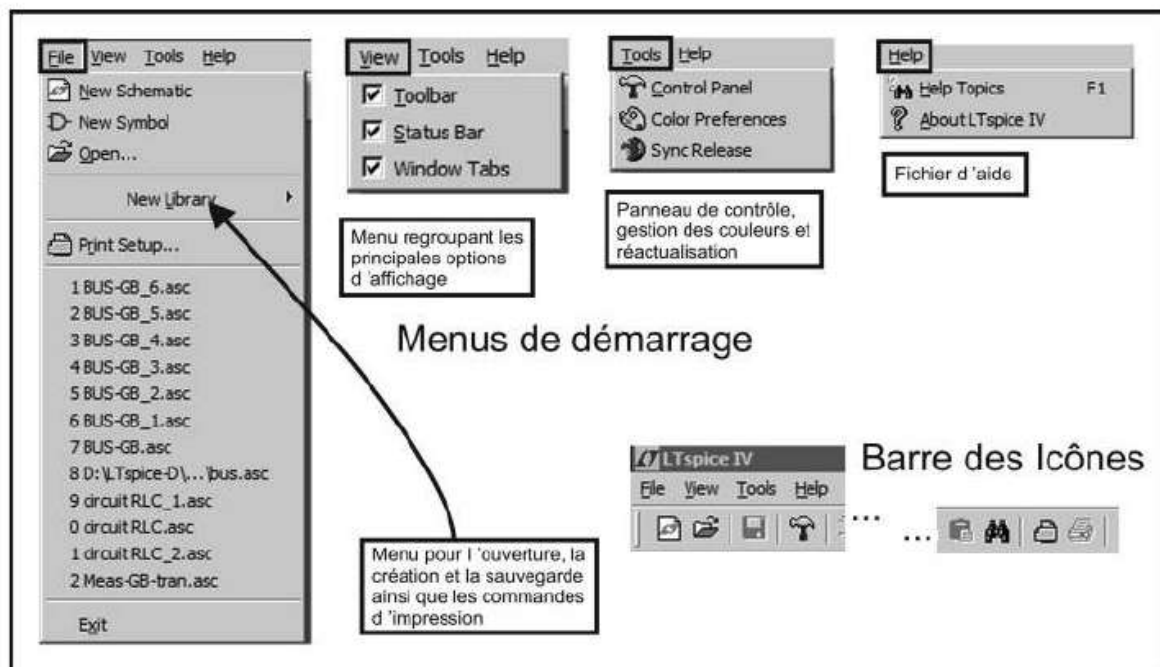

Figure 3.2
1. Les commandes de la phase de démarrage que nous allons détailler dans ce chapitre, figure 3.2.